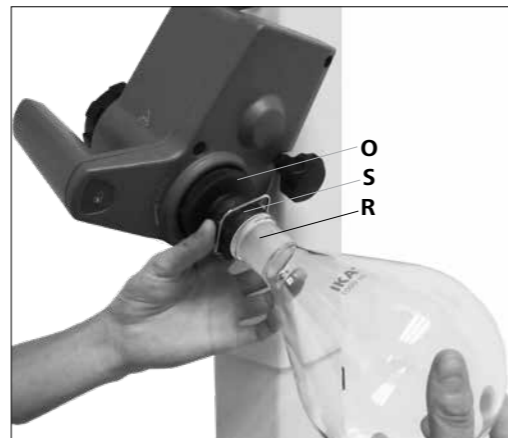

Fig. 15a
- Наденьте испарительную колбу на паровую трубку (R). (Fig. 15a)